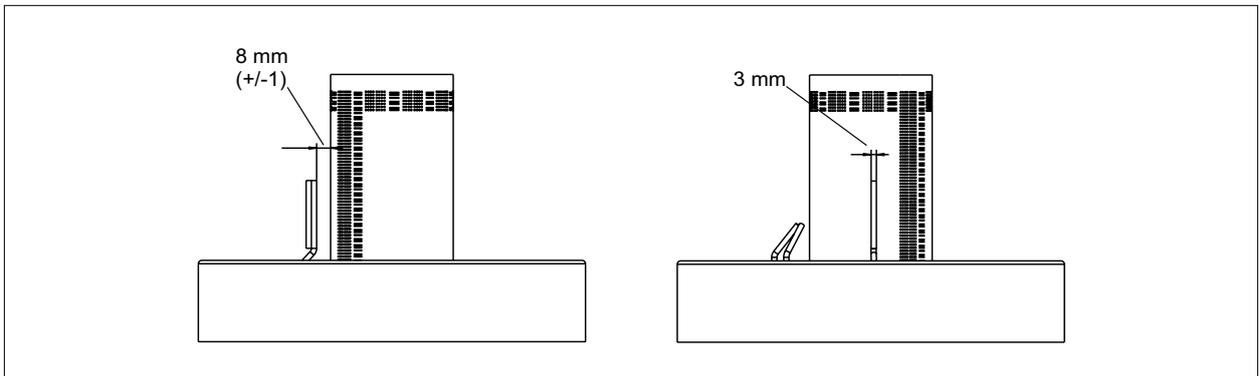

**Abb. 6.3 Elektroden austauschen**
- ▶ Elektroden demontieren (siehe Abb. 6.3 Elektroden austauschen)
- ▶ Befestigungsschrauben (5) Abb. 6.3 mit 3 Nm Drehmoment anziehen.
- ▶ Befestigungsschrauben (4) Abb. 6.3 mit 3 Nm Drehmoment anziehen.